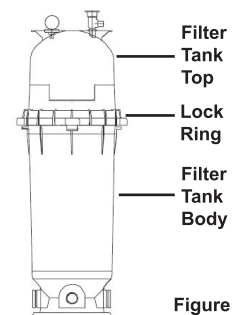

Figure 1.
2. Der Rundring muss sich in der unteren Behälterhälfte befinden. Den Filterdeckel über die untere Behälterhälfte setzen; er muss korrekt und fest wie in Abbildung 1 in der Behälterhälfte sitzen.